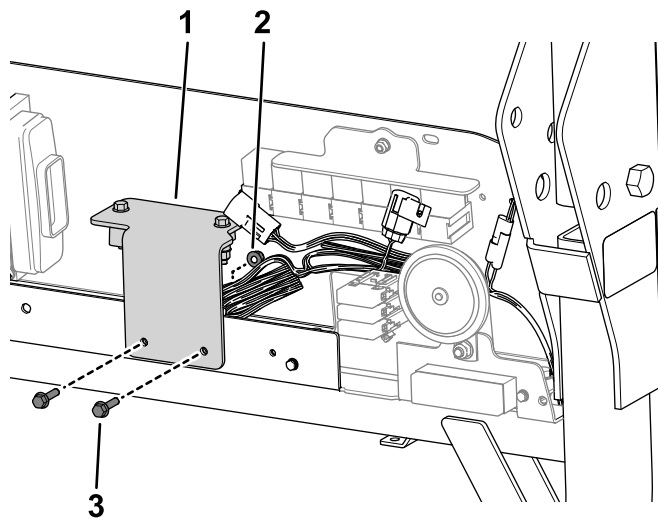

**Bild 9**
12. Befestigen Sie die Neigungssensor mit zwei Schrauben (M6 x 35 mm) und zwei Bundmuttern (M6) an der Neigungssensorhalterung (Bild 9).